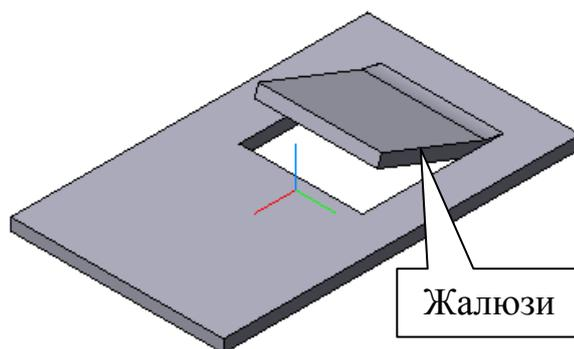

Рис. 15
9. Дать полную характеристику построенного в системе КОМПАС-3D 9.0 и представленного на рис. 15 жалюзи?